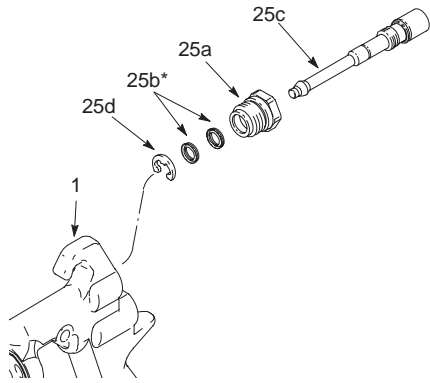

Fig. 25
1. Skru spredningsjusteringsventilenheden (25) af. Se fig. 25.